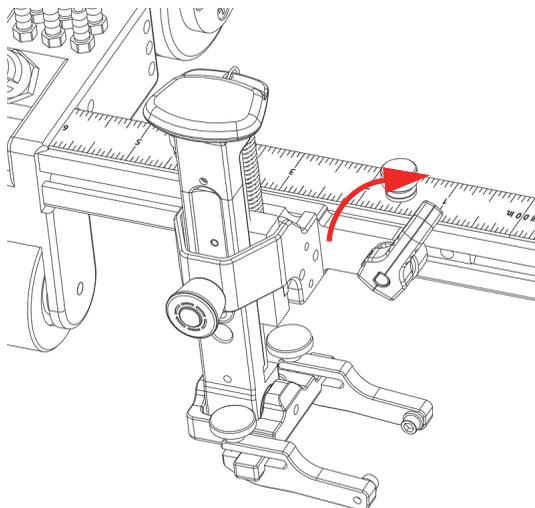

Рис. 2-13 Зафиксированный держатель ПЭП
4. Поверните установочный рычаг по часовой стрелке, чтобы зафиксировать держатель ПЭП (Рис. 2-13 на стр. 55).